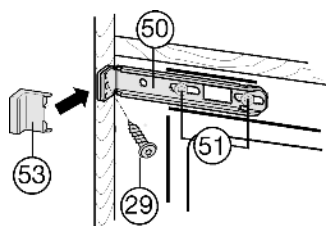

Fig. 18
- ▶ Немного ослабьте винты *Fig. 18 (51)*.
- ▶ Закрепите верхний крепежный уголок *Fig. 18 (50)* с помощью винтов для стружечной плиты *Fig. 18 (29)* $\varnothing 4 \times 19$ на стенке мебели.
- ▶ Удалите выступающий конец крышки *Fig. 18 (53)*.
- ▶ Затяните винты *Fig. 18 (51)*.
- ▶ Установите крышку *Fig. 18 (53)*.